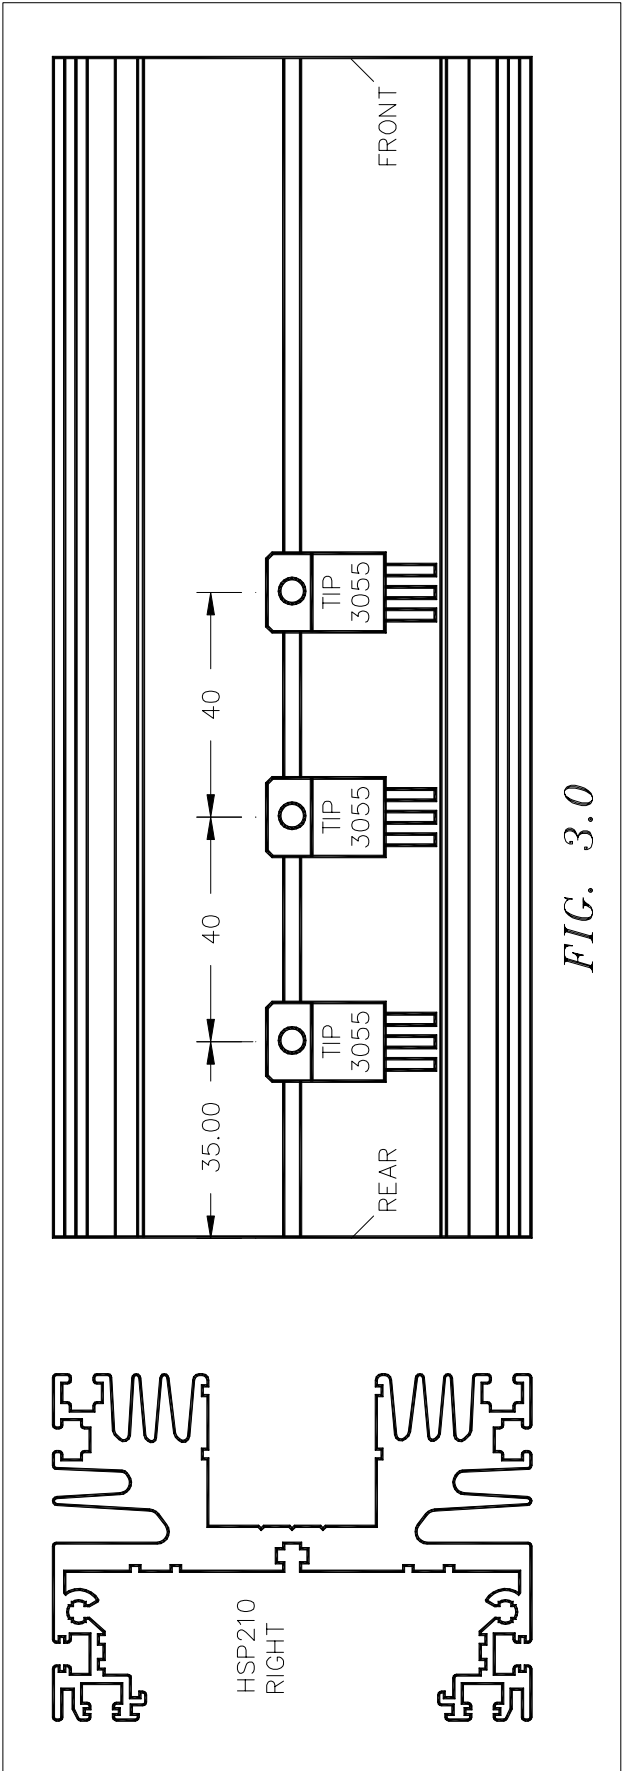
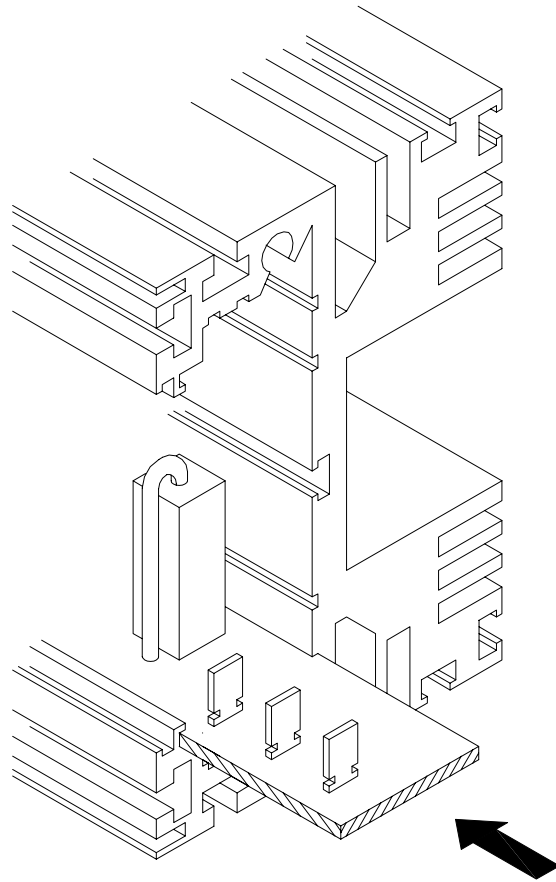

FIG. 3.0
FIG. 3.2
- Schieben Sie die Transistor-Leiterplatte mit Anschlüssen für drei Transistoren so in den Schlitz des rechten Kühlkörpers (siehe Abb. 3.2), daß die Anschlüsse für die Transistoren in die richtige Stelle kommen (siehe Abb. 3.0).